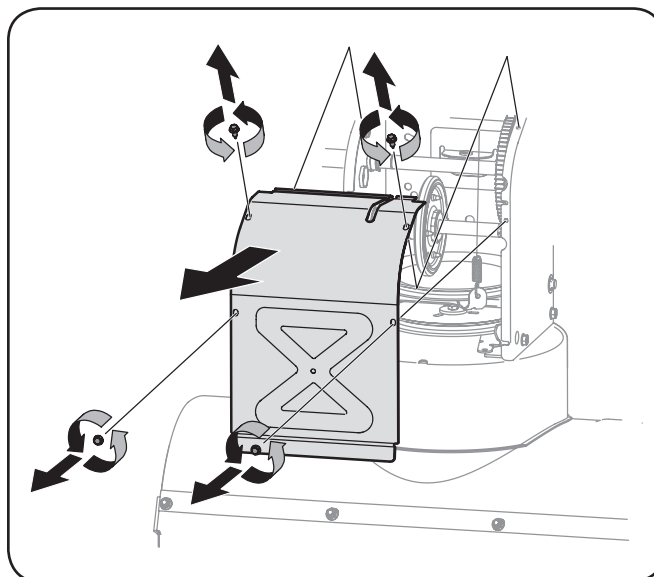

Figura 6-2
3. Saque la cubierta del marco desde debajo de la máquina quitanieve retirando los cuatro tornillos autorroscantes que la aseguran. Vea la Figura 6-2.